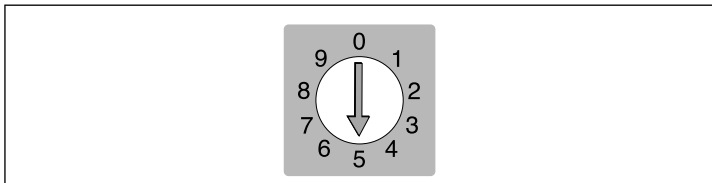

Figura 4: Selector de la dirección SCSI
- A** Selector de dirección SCSI: para asignar una dirección, utilice un destornillador para orientar la flecha hacia un número de dirección. Utilice sólo el 0, 1, 2, 3, 4, 5 o 6. No utilice el 7, 8 o 9. Vea la Figura 4 para más detalles.
4. **IMPORTANTE:** Detrás del escáner hay un pequeño círculo que sirve para seleccionar la dirección SCSI del escáner (vea Figura 4). Asegúrese de que cada dispositivo de la cadena SCSI tiene asignada una dirección SCSI diferente. Si es necesario, utilice un destornillador pequeño para girar la rueda y asignar una nueva dirección al escáner. Use sólo el 0, 1, 2, 3, 4, 5, o 6. No use el 7, 8 ni 9.